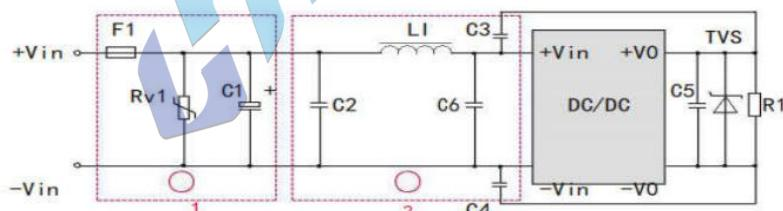
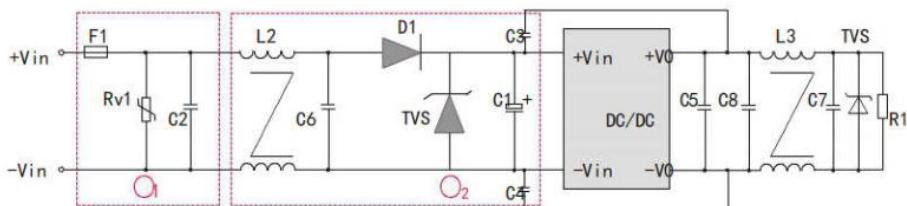

图 2
图 3
- 1、图 2 中和图 3 第 1 部分用于 EMS 测试; 第 2 部分用于 EMI 传导滤波, 可依据需求选择。